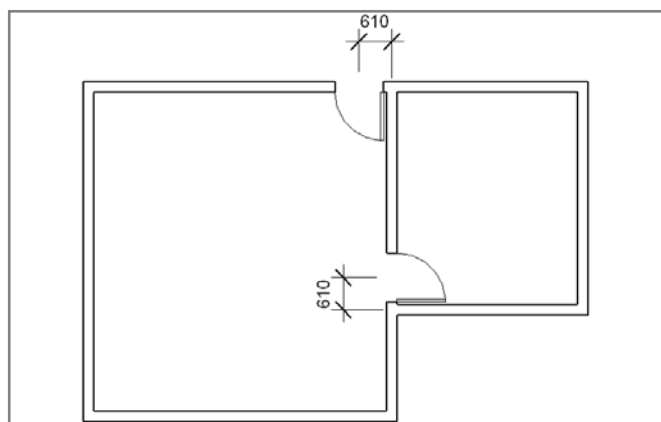

Рис. 3. Разместите двери в стенах
4. Разместите двери и окна, как показано на рис. 3 и 4. Используйте размеры, которые выставлены для объектов по умолчанию.